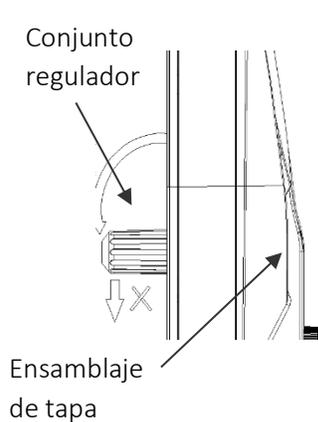
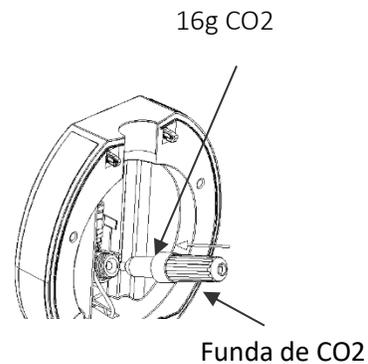
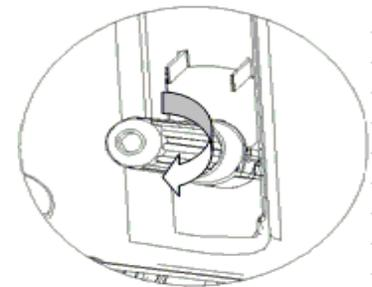

Figura 17
Figura 18
Figura 19
- Afloje el capuchón de la botella de CO2 (Figura 17), inserte un cartucho de CO2 de 16 gramos en la funda (figura 18) y gire bien la funda hasta que escuche un "click" (figura 19), que indica que el cartucho sellado ha sido perforado y el gas CO2 puede fluir en el barril libremente. Haga que la vaina de la botella se fije firmemente para evitar la fuga de CO2. A continuación, coloque la envoltura de la botella de CO2 en la cubierta superior.